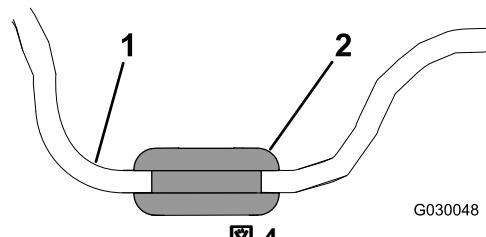

図4
1. 日よけのボルト穴4個のそれぞれに、ハトメを取り付ける図4。